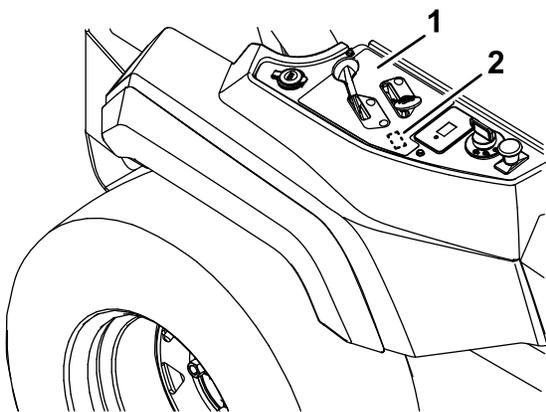

Figura 4
6. Usando el panel de control como guía, recorte con cuidado el hueco del interruptor en la calcomanía del acelerador/estárter (Figura 4).